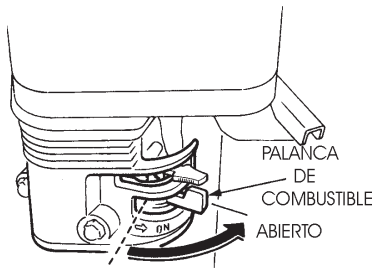

Figura 18. Palanca de la válvula de combustible del motor (Posición ON)
2. Coloque la *palanca de la válvula de combustible* del motor (Figura 18) a la posición **"ON"**.